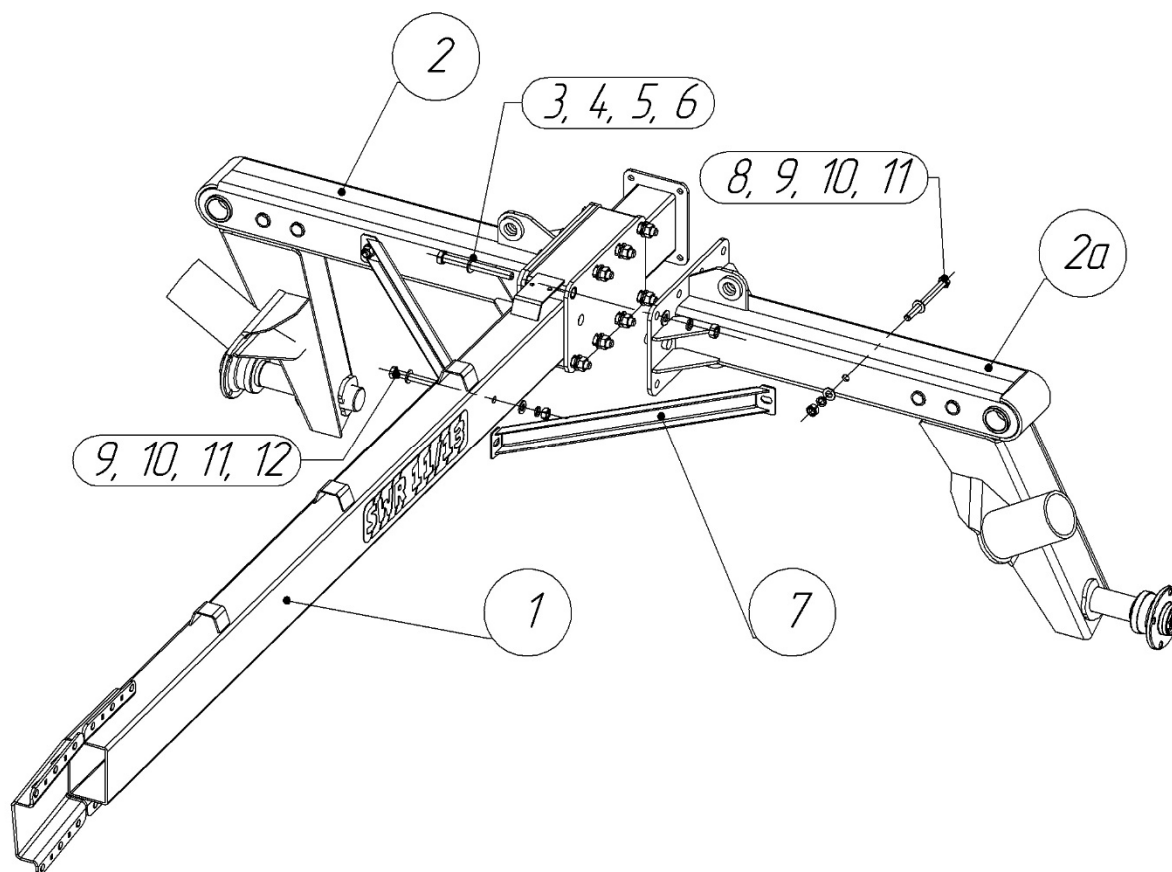
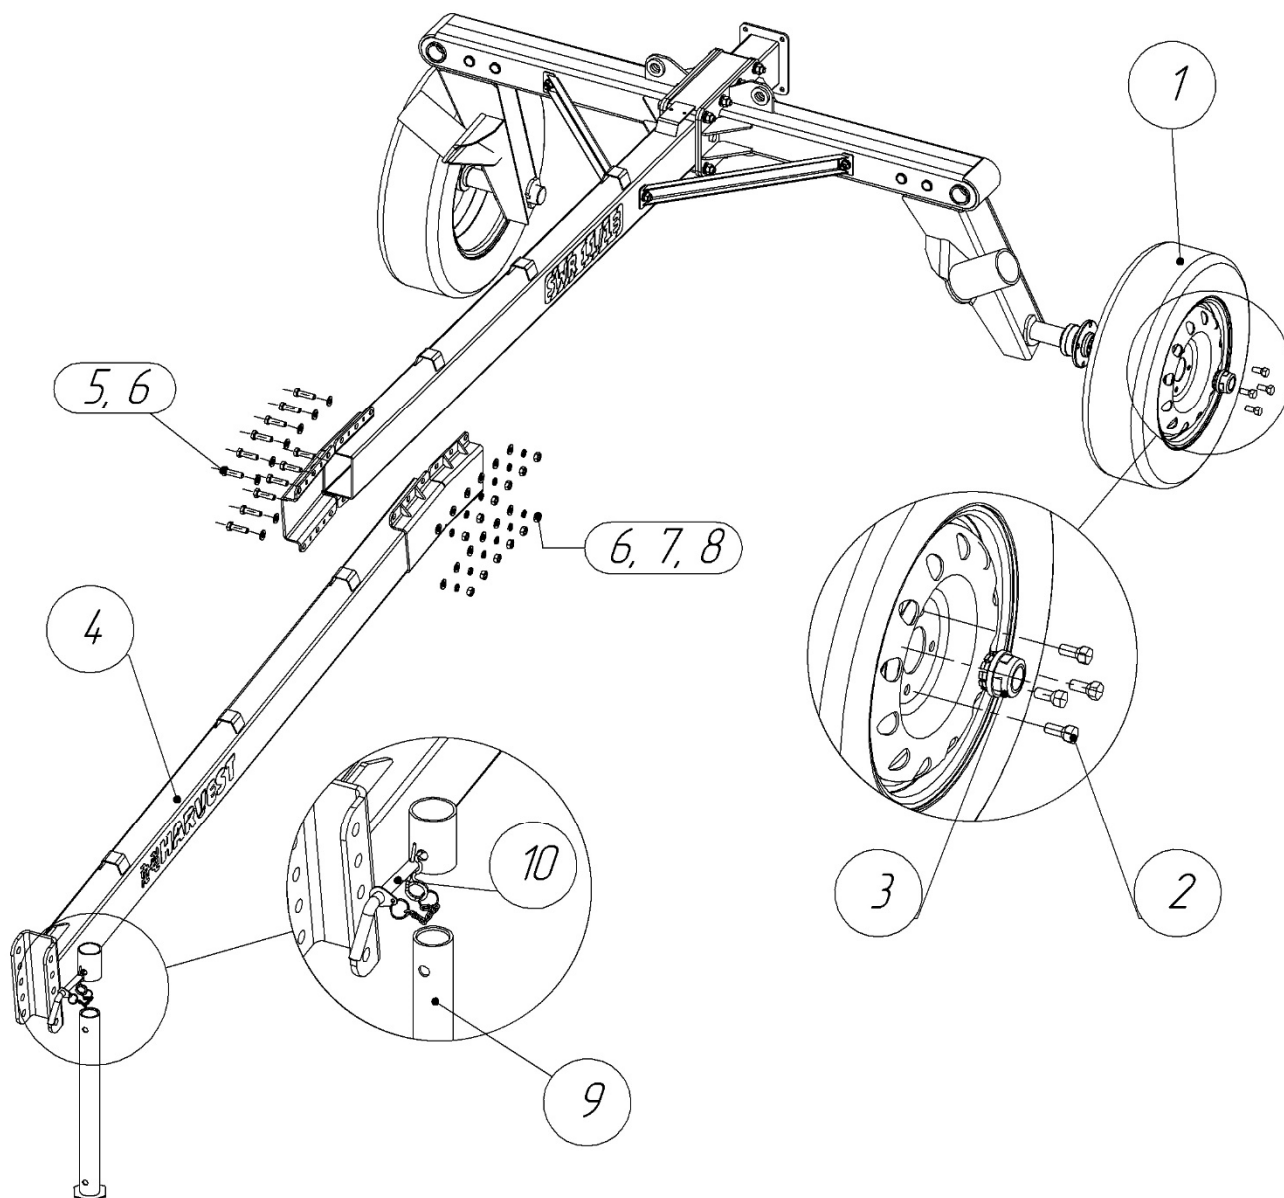
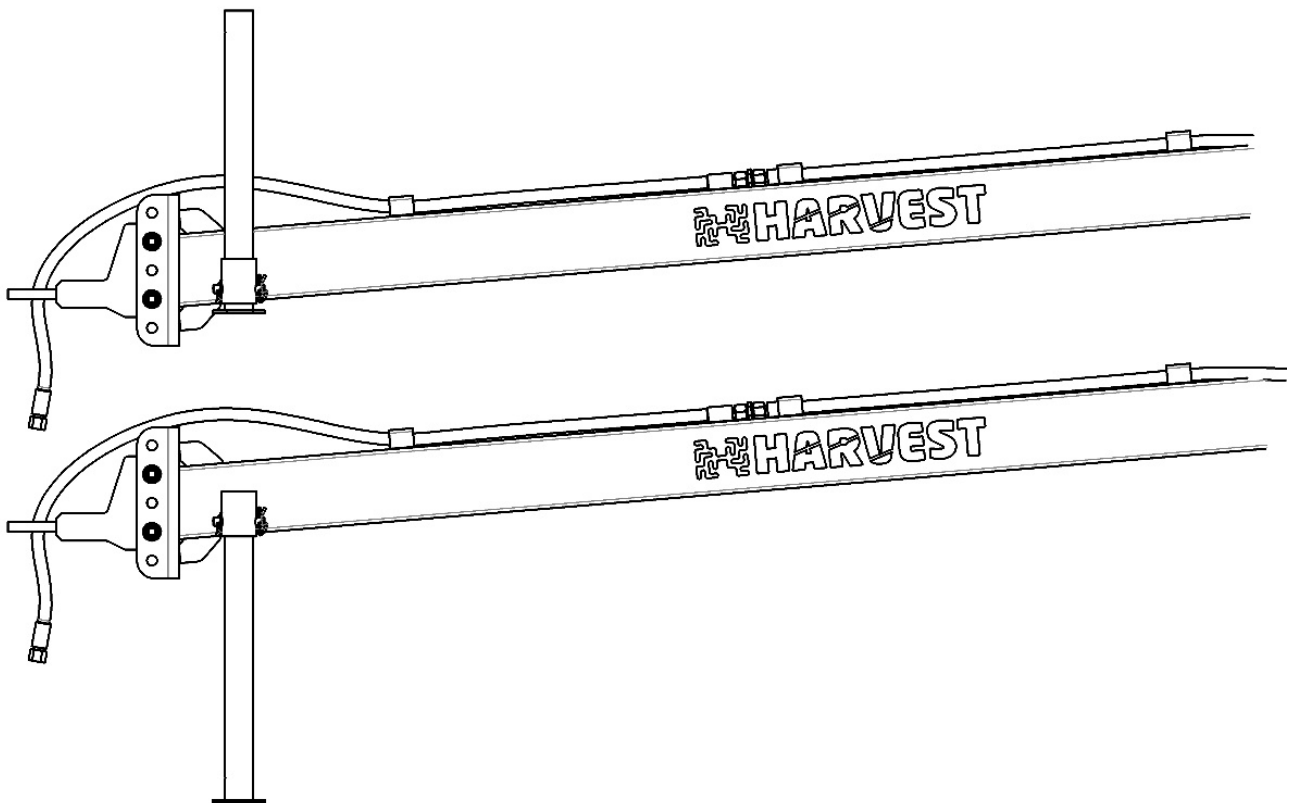

Рисунок 2 – Установка балки опорного колеса
Рисунок 3 – Установка опорных колес и дышла
Рисунок 4 – Установка опорной ноги в рабочем положении и на стоянке
Совместите штырь балки опорного колеса [Правая] (2) и отверстие на балке несущей (1) как показано на (рисунок 2) с обратной стороны совместите штырь балки опорного колеса [Левая] (2а) после чего закрепить их с помощью восьми болтов М14×140 (3, 4, 5, 6).
Установите колесо (1) (рисунок 3) на ступицу балки опорного колеса [Левая] (2а) (рисунок 2) и притяните автомобильным болтом (2) (рисунок 3). После чего повторите операцию для балки опорного колеса (правая) (2) (рисунок 2). Затем закройте ступицу колпачком ступицы (3) от попадания грязи (рисунок 4).
Для установки дышла (4) совместите отверстие на замке дышла (4) (рисунок 3) с отверстиями на замке балки несущей (1) (рисунок 2) и зафиксируйте болтами М12х45 (5, 6, 7, 8) (рисунок 3).
Для устойчивости в дальнейшей сборки и собранной машины на стоянке необходимо установить опорную ногу (9) в посадочное гнездо на дышле (4) и застопорить пальцем (10) (рисунок 3).